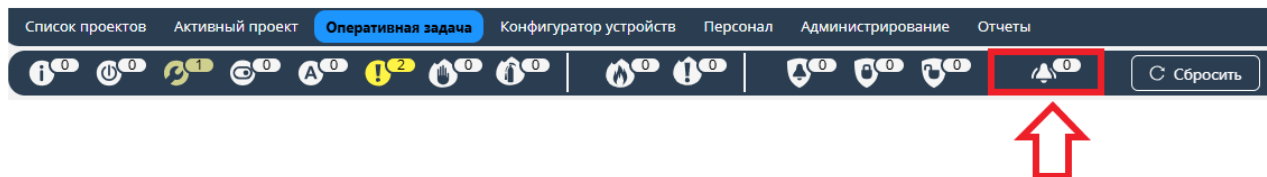

Рисунок 9.182 – Компонент «СКУД»
– **компонент «СКУД»**, в соответствии с рисунком Рисунок 9.182, содержит зоны СКУД, находящиеся в состоянии «Тревога»;